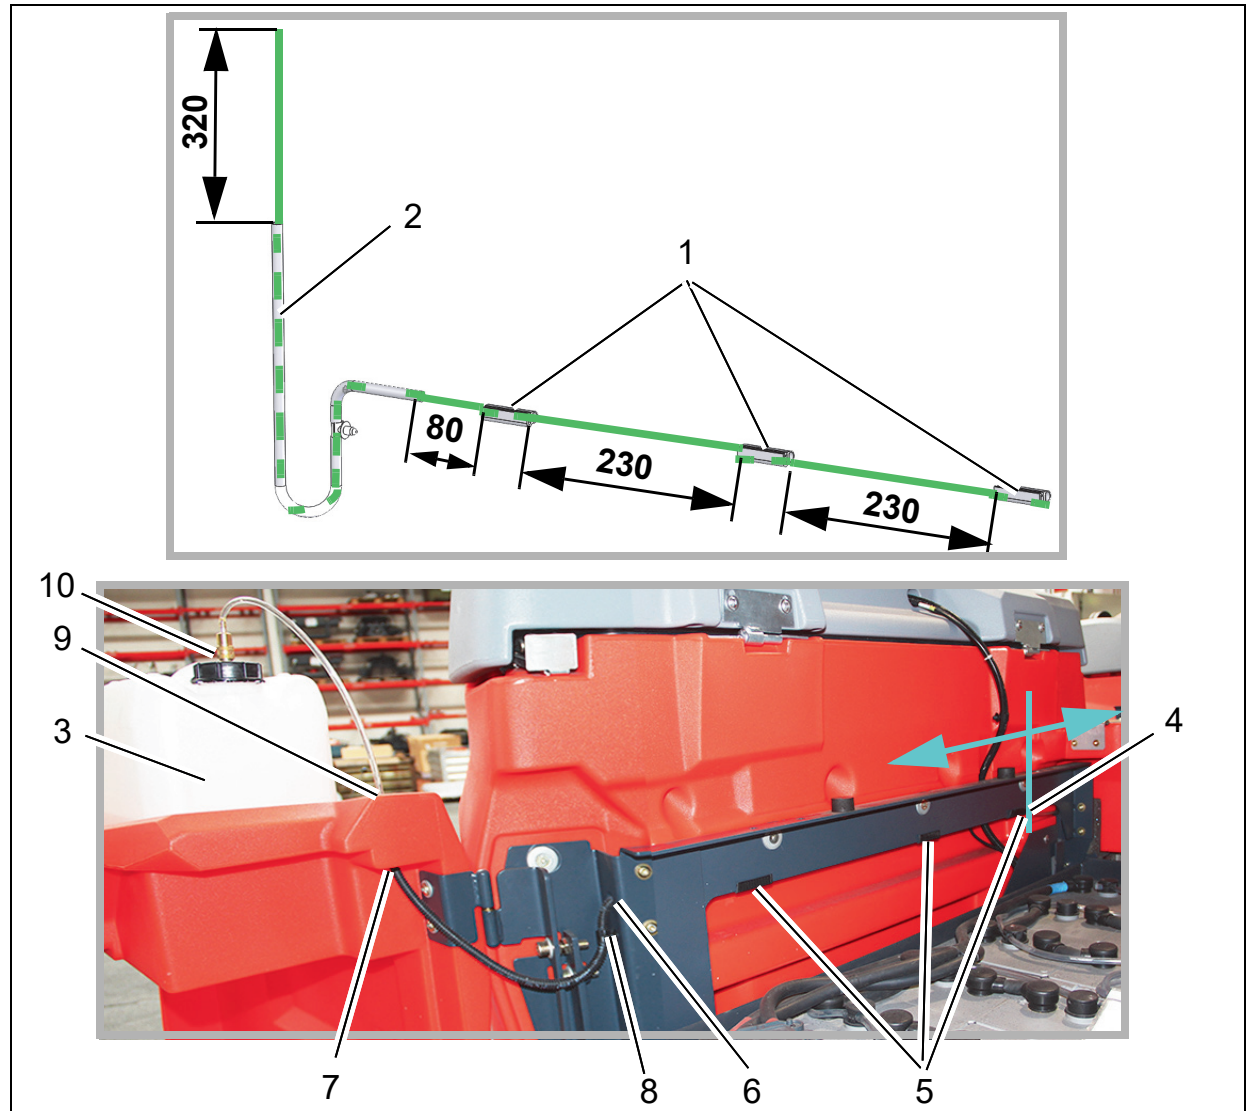

Abb. 4
1. Vom 4100 mm langem Schlauch (grün dargestellt) 1470 mm abmessen (nicht abschneiden!). Dieses Maß entspricht der Schlauchlänge zwischen Kanister bis zum Ende der letzten Schlauchführung (Abb. 4/4).
2. Die drei Schlauchführungen (Abb. 4/1) im Abstand von 230 mm auf den Dosierschlauch ziehen.
3. Wellschlauch (Abb. 4/2) im Abstand von 80 mm auf den Dosierschlauch ziehen.
1. Kanister (Abb. 4/3) in die Aufnahme der Tür stellen.
2. Die Montage des vormontierten Dosierschlauchs beginnt an der letzten Schlauchführung (Abb. 4/4). Schlauchführung mit Dosierschlauch (Abb. 4/5) in die Aussparungen des Abdeckblechs einsetzen.
3. Wellschlauch mit Dosierschlauch durch die Öffnung des Abdeckblechs (Abb. 4/6) bis in das Loch der Seitentür (Abb. 4/7) führen.
4. Wellschlauch mit Wellschlauchhalter am Abdeckblech fixieren (Abb. 4/8).
5. Kabelmuffe über das Ende des Dosierschlauchs ziehen und in das Loch der Seitentür oben stecken (Abb. 4/9).
6. Dosierschlauch mit der Schnellverschlusskupplung des Kanisters verbinden (Abb. 4/10).